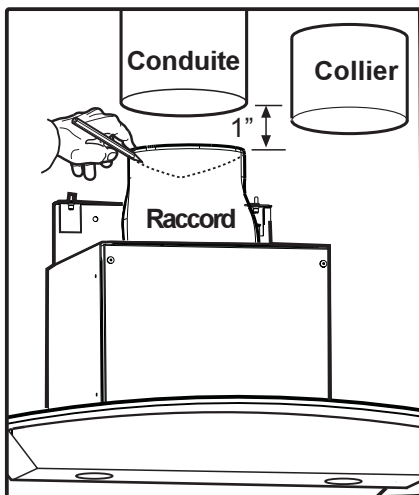

Figure 4
**Évacuation arrière:** Il est possible d'installer un coude à 90° immédiatement au-dessus de la hotte. Afin de garantir l'efficacité du fonctionnement, nous conseillons d'effectuer un montage analogue pour l'évacuation verticale illustrée dans la Figure 4.
Il est possible d'installer un coude à 90° immédiatement au-dessus de la hotte. Afin de garantir l'efficacité du fonctionnement, nous conseillons d'effectuer un montage analogue pour l'évacuation verticale illustrée dans la Figure 4.